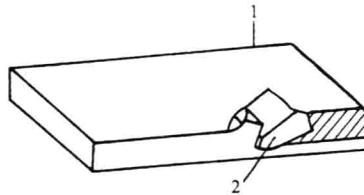

图 2 凿削焊接坡口
(3) 凿削坡口: 焊接坡口指构件在焊接前, 焊口边缘加工具有一定斜度, 以保证焊透, 如图 2 所示。